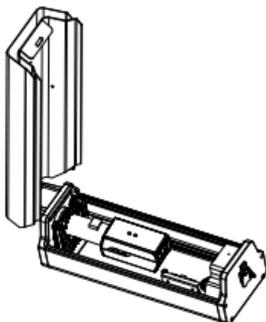

图2-38 调试图像
9. **调试图像**：安装护罩完毕后，打开护罩，将网线、电源线和数据线等线缆连接好后从护罩的底部孔位处穿出。调节摄像机镜头焦距并进行聚焦，可通过支架调节螺母调整护罩垂直和水平方向的角度，达到需要的场景。以红外护罩为例，如图 2-38 所示。